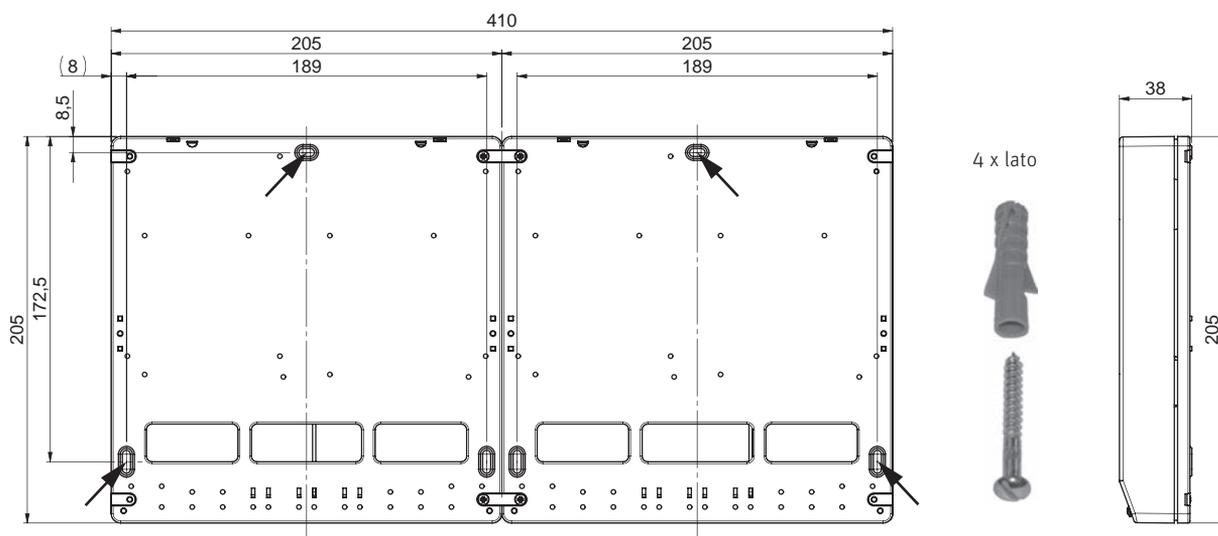

Fig. 13 Schizzo quotato - vista da dietro
- Praticare i fori di montaggio (\varnothing 6 mm) nel muro come nello schizzo (Fig. 13).